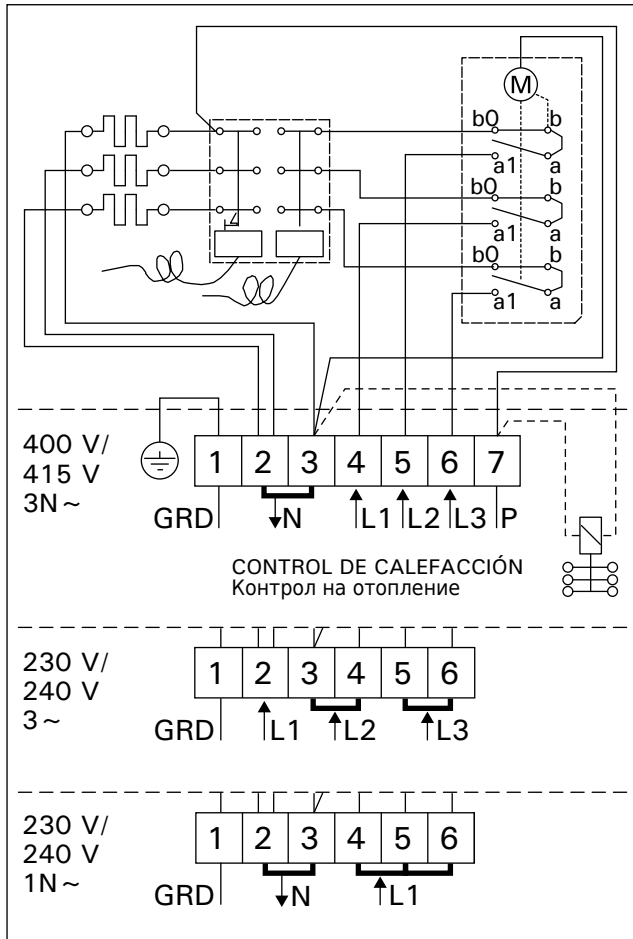

Figura 10. Conexiones eléctricas (BC)
- Además de sus conectores, los calentadores de los modelos BC cuentan con un conector (P) que permite el control de la calefacción eléctrica (figura 10). El control de tensión se transmite desde el calentador cuando se ha encendido el calentador. El cable de control de la calefacción eléctrica va directamente desde la caja de terminales al calentador y de ahí al bloque de terminales del calentador, mediante un cable con recubrimiento de goma que tiene el mismo grosor que el hilo de conexión.